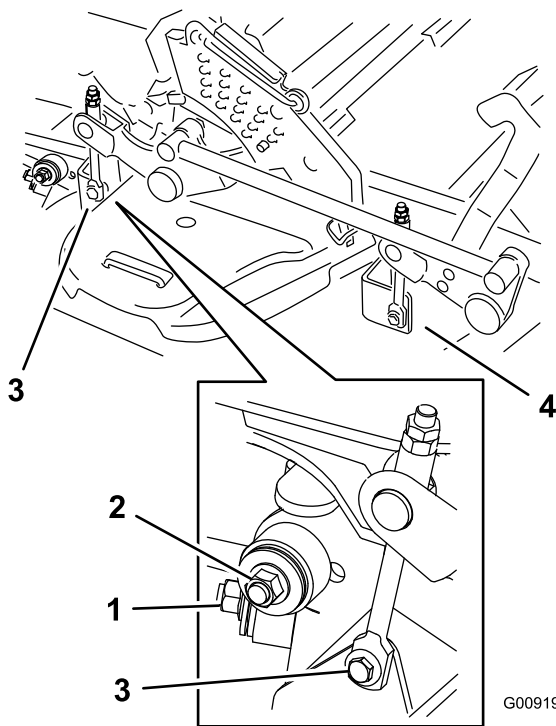

Figure 107
7. Enlevez et mettez de côté les fixations des deux côtés du plateau (Figure 107).